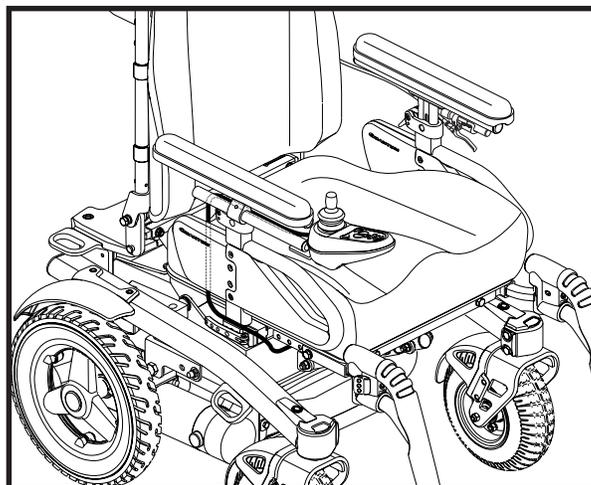

Figure 20. Câble passé
7. Utilisez une attache plastique pour fixer le câble à l'accoudoir. Voir la figure 20.
12. Branchez le contrôleur à le devant de la base motorisée et fermez la porte du compartiment à batteries. Voir la figure 20.